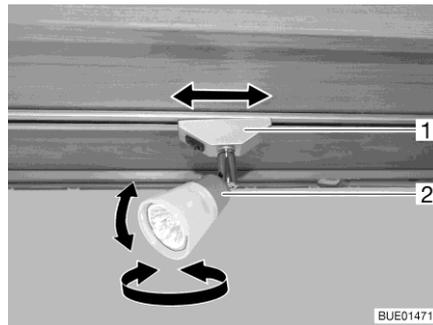
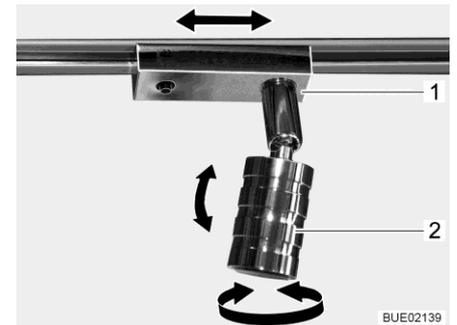

Fig. 82 Spot
Fig. 83 Spot (alternative)
**Tourner :** ■ Saisir le boîtier (Fig. 82,2 ou Fig. 83,2) et le tourner.
**Faire coulisser :** ■ Saisir le socle (Fig. 82,1 ou Fig. 83,1) et le tourner d'env. 45° .
**Enlever :** ■ Saisir le socle (Fig. 82,1 ou Fig. 83,1) et le tourner de 90°.